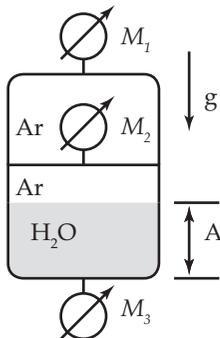

Figura Er1.2
**Er1.2** Considere o tanque esquematizado na Figura Er1.2. Esse tanque é dividido internamente de forma que dois ambientes distintos são criados.